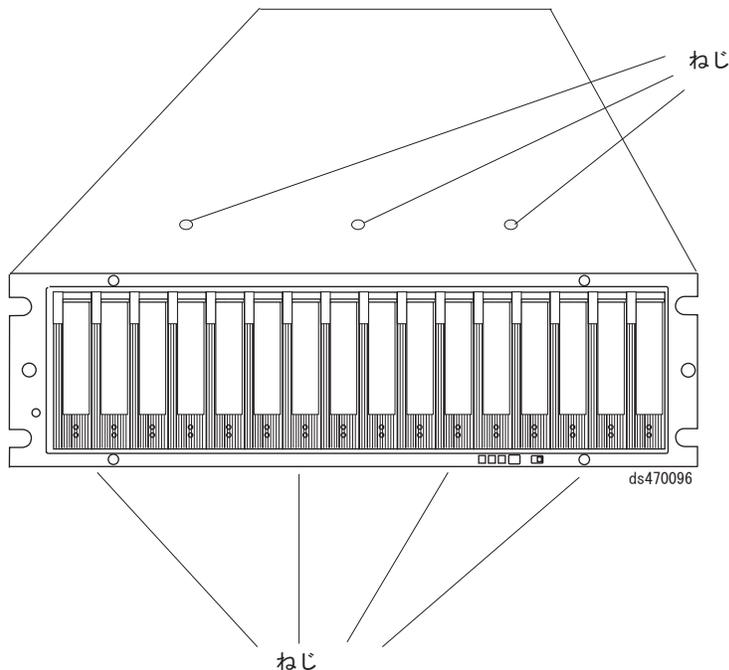

図 89. シャーシの上部および下部をフレームに対して保持するねじ
ラックの前面からシャーシを引き出して、ラックから取り外します。水平面に置きます。178 ページの図 89 に示すように、シャーシの上部に 3 つ、シャーシの下部に 4 つ並んでいるプラスねじを見つけます。#1 プラスねじ回しを使用して、この 7 つのプラスねじを外します。ねじを保管します。
17. 図 89 に示すように、前面ケージ・フレームを EXP810 シャーシに対して保持する 7 つのプラスねじ (ステップ 12 (177 ページ) で取り外したものの、上部 3 つ、下部 4 つ) を取り付けます。